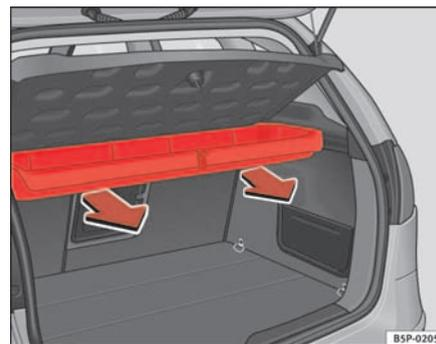

Fig. 121 Smontaggio cassetto portaoggetti
- Tirare all'infuori facendo uscire il cassetto dai perni. ⇒ pag. 147, fig. 121